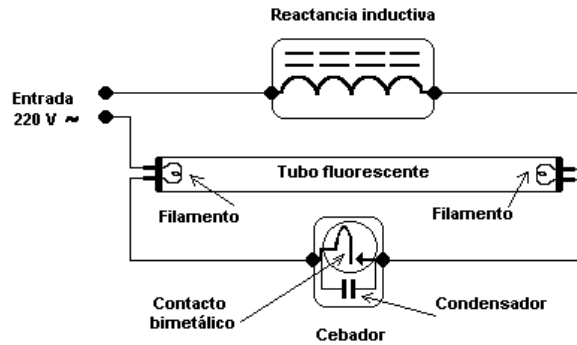

Figura 59. Elementos para la instalación de un tubo fluorescente.
- Lámparas fluorescentes: son lámparas formadas de vapor de mercurio, cuya característica principal es que tienen un tubo de vidrio revestido con una sustancia que contiene fósforo y otros elementos que emiten luz al recibir la radiación ultravioleta de onda corta, también contienen una pequeña cantidad de vapor de mercurio y un gas inerte (como el argón o neón), sometidos a una presión menor a la atmosférica. En la **Figura 59** se muestra la instalación de este tipo de lámparas.